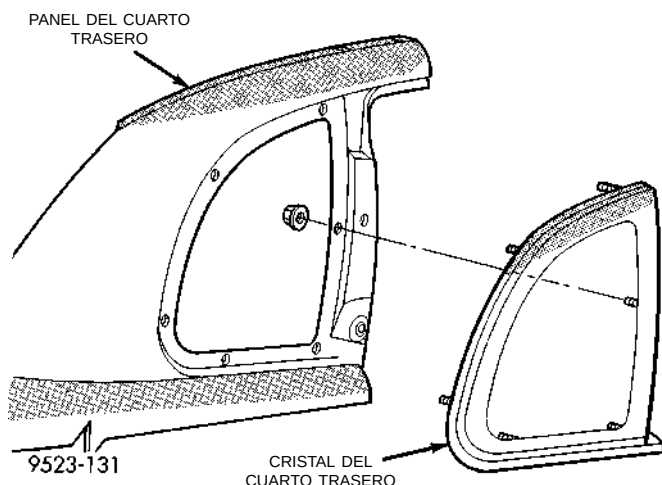

Fig. 7 Cristal del cuarto trasero
- (3) Retire el aplique del parante B.
- (4) Con un cuchillo de hoja desde el interior del vehículo, corte el adhesivo de cinta de butilo alrededor del cristal del cuarto trasero mientras hace presión hacia afuera sobre el cristal.
- (5) Separe el cristal del cuarto trasero del vehículo (Fig. 7).